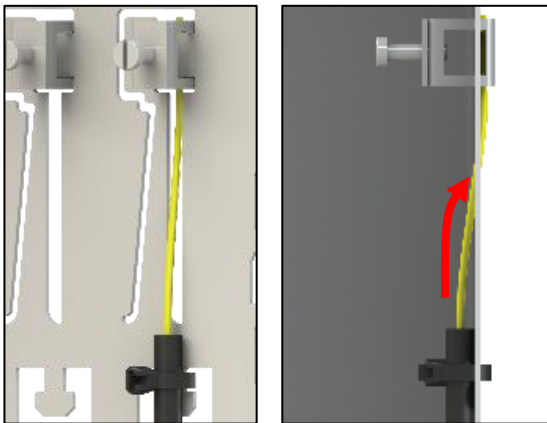

Abb. 22 Darstellung ohne Bündeladern
- Zentralelement durch die Öffnung auf Rückseite der Rückwand führen und durch Zugbügelschraube (1) fixieren.
**Beachten:** siehe hierzu Abb. 22.
- Gf-Minikabel / Luftkabel (5) mit Kabelbinder (6) an Rückwand befestigen.
- Schutzschläuche / Wellschlauch / Bündeladern über Führungsringe (2) bündeln und über Kabelumlenkung (1) auf Kassettenebene führen.